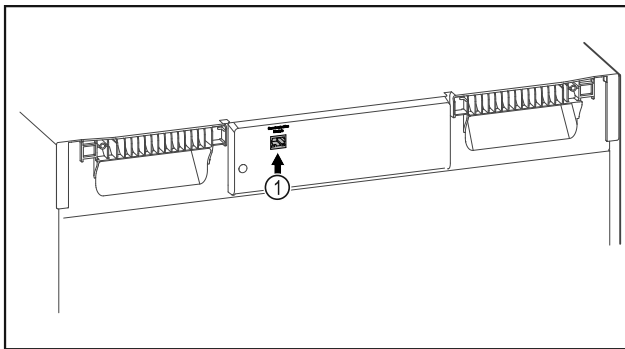

Fig. 138
- SmartModule Fig. 138 (1) este instalat.